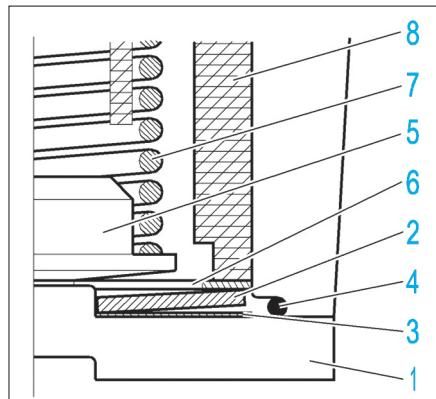

FIG. 15
- Déposer (**Fig.15**) :
- la bride (1),
- la cale élastique (2),